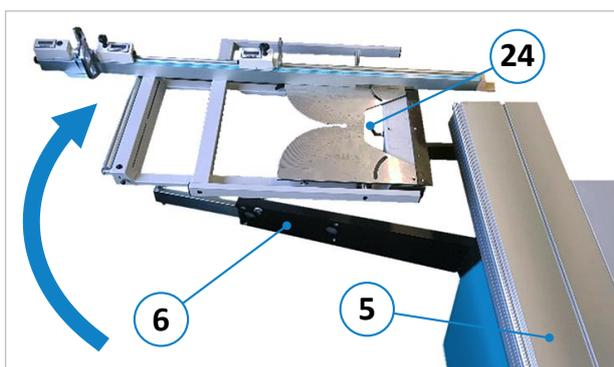
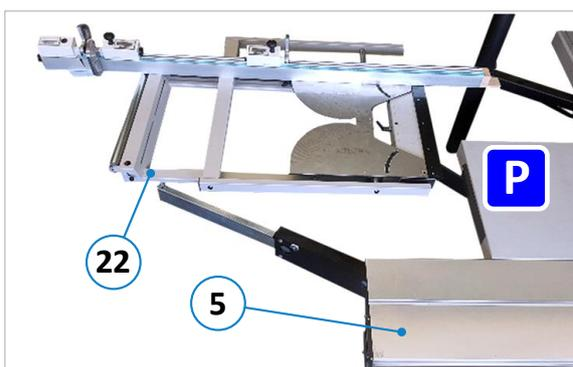

Figure 84 : pivoter le châssis à équarrir
Figure 85 : position de stationnement finale
- Tourner le châssis à équarrir (22) de 90° vers la droite et le faire pivoter vers l'arrière pour l'amener dans sa position de stationnement définitive derrière la table coulissante (voir ⇒ Figure 84 et ⇒ Figure 85).